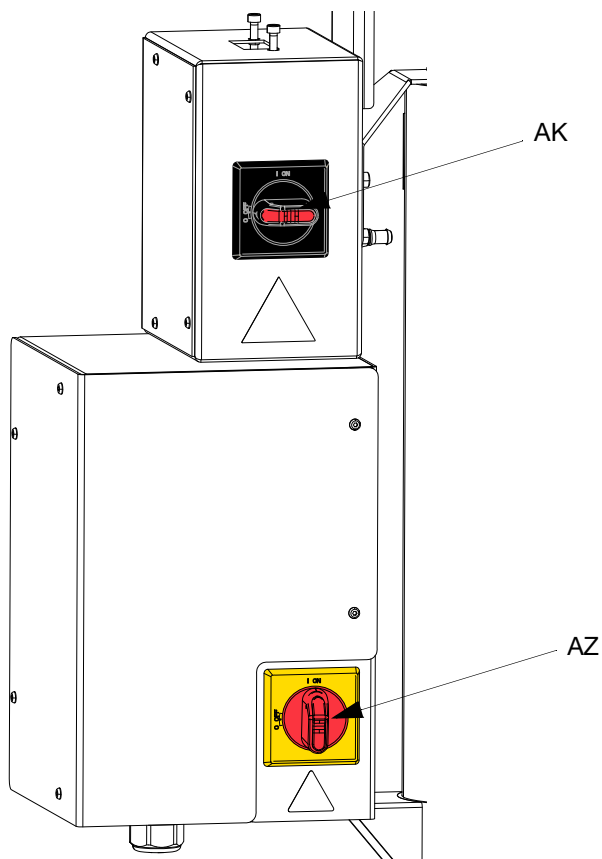
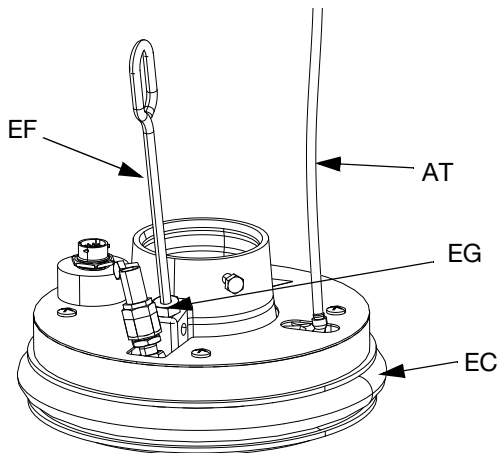

FIG. 37. Coupure de courant
FIG. 40
Si le cylindre (AD) sort difficilement du seau lorsque la pompe est relevée, il est possible que le flexible à assistance pneumatique (AT) ou le clapet anti-retour (416) soit bouché. Un clapet bouché empêche l'arrivée de l'air sous le cylindre, ce qui devrait aider à la sortie du seau. Voir la FIG. 40 à la page 44.
1. Mettre le moteur électrique (AB) hors tension :
- a. Si un système d'alimentation ambiant à élévateur unique est utilisé, désactiver l'interrupteur rouge déconnecté (AZ). Voir FIG. 37.
- b. En cas d'utilisation d'un système chauffant, activer également le commutateur du boîtier de raccordement d'alimentation (AK). Voir FIG. 37.
- c. Si un système d'alimentation à élévateur en tandem est utilisé, mettre à l'arrêt l'interrupteur noir débranché (AZ) sur l'unité d'alimentation à élévateur qui nécessite uniquement un changement de fût. Voir FIG. 37.
- d. Si un système d'alimentation à élévateur en tandem est utilisé, mettre à l'arrêt l'interrupteur noir débranché (AZ) sur l'unité d'alimentation à élévateur qui nécessite uniquement un changement de fût. Voir FIG. 37.